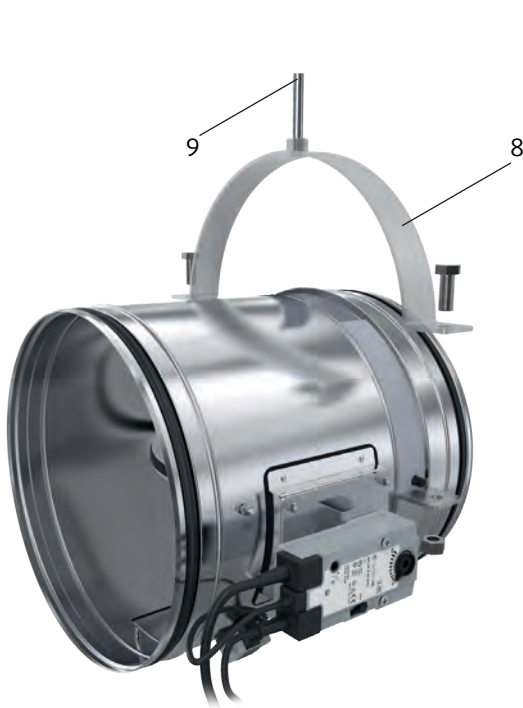

Abb. 42: Brandschutzklappe FDR-3G für den Einbau vorbereiten, dabei 1 × Gewindestange M12 verwenden.
Alle 4 Teile des Montagesatzes IKOWS-PKI um die Perforation herum gemäß Abb. 42 anbringen und einen geeigneten Brandschutzkitt-Anstrich (6) auf die Kontaktflächen der Platten und der BSK aufbringen. Mit den beiliegenden Schrauben befestigen.
⑤ An & ⑥ Außerhalb